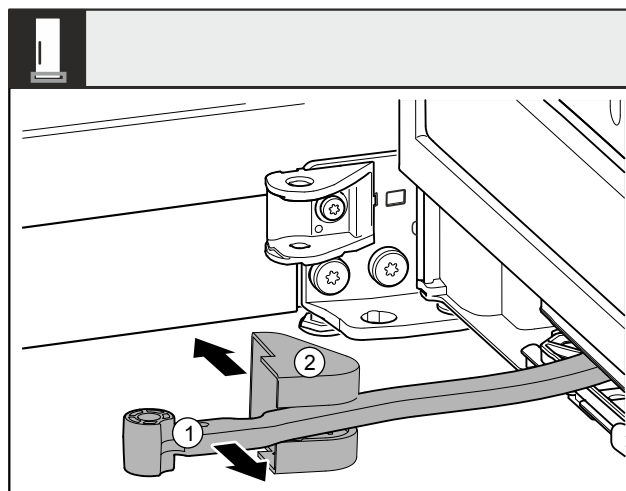

Fig. 9
- Gire la bisagra Fig. 9 (1) hacia la puerta.
- Retire la cubierta del soporte del cojinete *Fig. 9 (2)*.